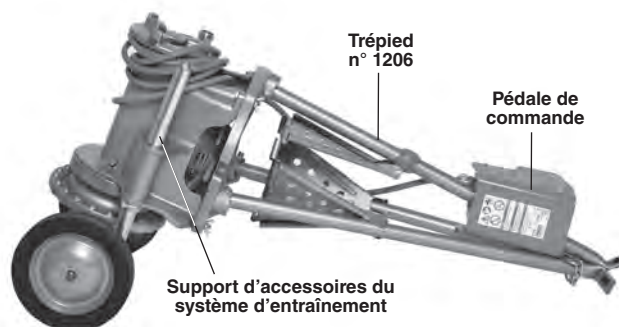

Figure 29 – Appareil prêt au transport sur chariot n° 32 Transporter
5. Enroulez le cordon d'alimentation et enfillez la pédale de commande sur la jambe comme indiqué à la Figure 29.